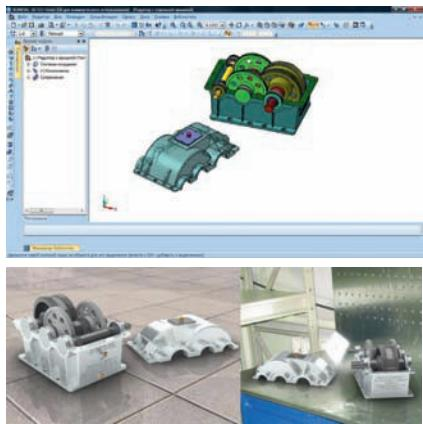
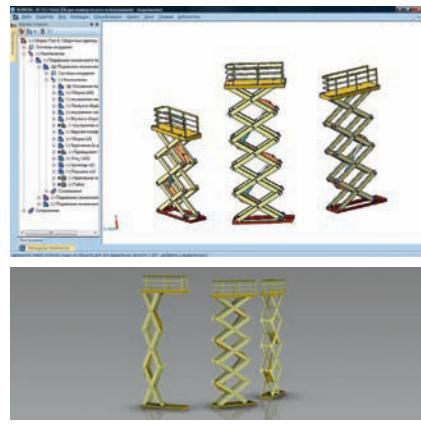

Рис. 3. Цилиндрический редуктор с шевронными передачами
Рис. 5. Подъемники ножничного типа различных модификаций
Однако для продукции промышленного назначения (рис. 3 и 4), различной техники (рис. 5) фотoreалистичные изображения также играют положительную роль. «Фотографии» изделия необходимо получить еще на стадии технологической подготовки его произ-
3. Назначение материалов деталям модели, отдельным их поверхностям. Если есть необходимость назначить разные фактуры, цвета или оттенки разным поверхностям одной модели детали, то необходимо ее заранее подготовить в КОМПАС-3D, изначально назначив различные цвета таким поверхностям. Аналогичный подход был применен при назначении материалов ободка вокруг циферблата часов, а также корпуса редуктора (рис. 3) — нанесены различные фактуры на плоскость разъема корпуса (шлифованная поверхность) и на корпус в целом. Последовательное назначение материалов элементам модели часов можно проследить по изображениям на рисунке 10.